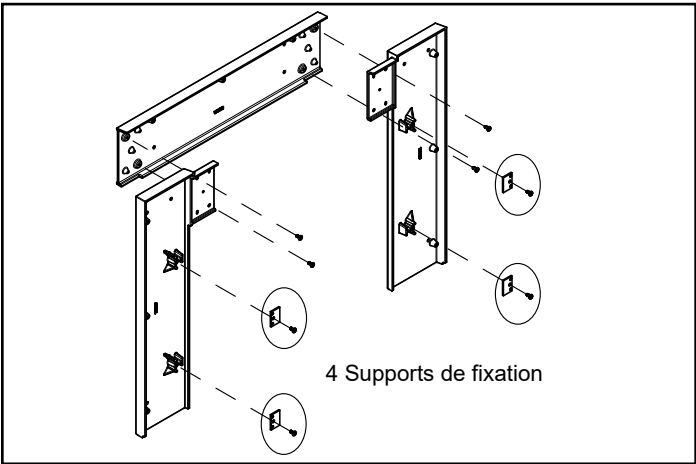

Figure 21.1
- 4. Fixez les supports de montage aux pièces latérales fournies avec l'ensemble (Figure 21.1).